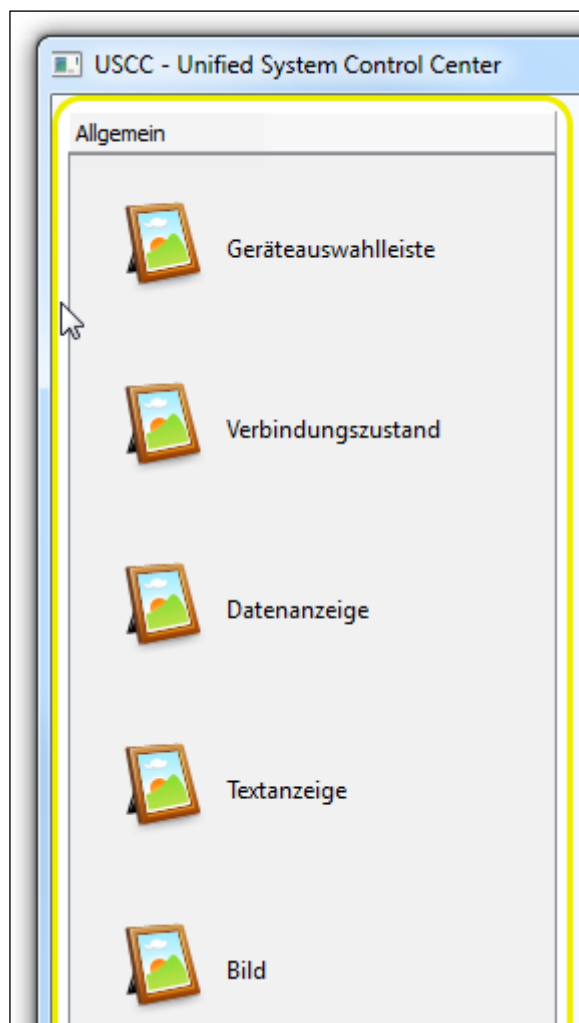

Bild 6-9 Seitenleiste mit Widgets
- Nach kurzer Wartezeit oder einem Klick mit der linken Maustaste öffnet sich die Seitenleiste mit den Widgets (siehe Bild 6-9).